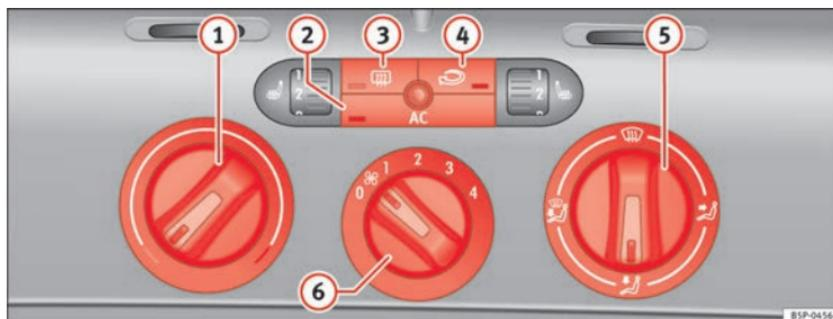

Fig. 128 Sur la planche de bord : éléments de commande du Climatic
- Tournez le régulateur de température ⇒ **fig. 128** **1** vers la droite pour sélectionner la puissance calorifique souhaitée.